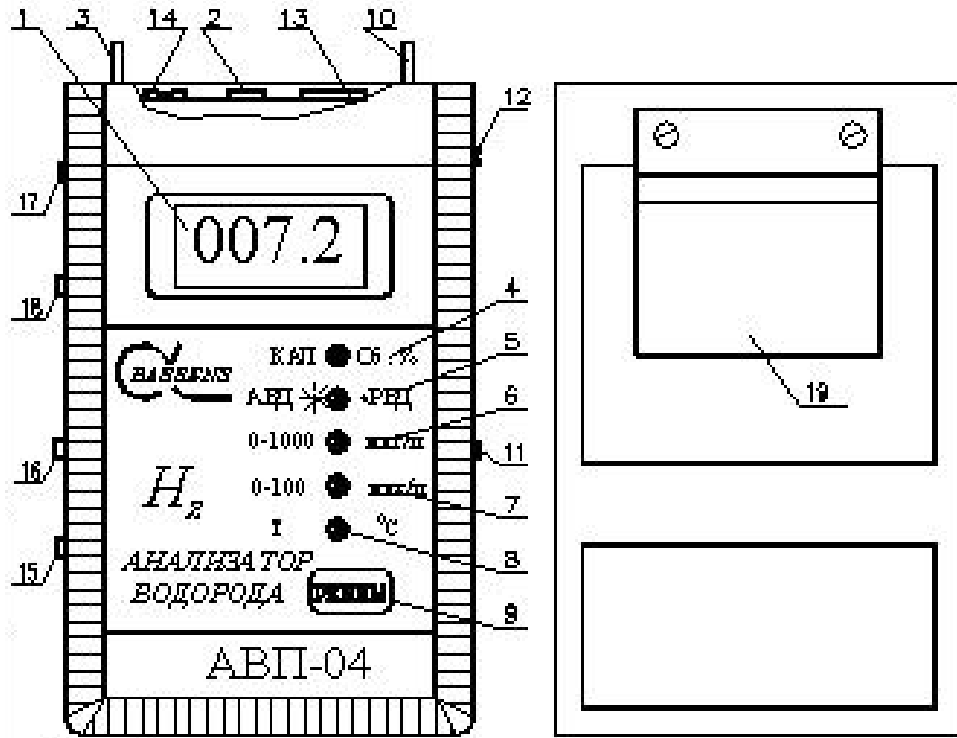
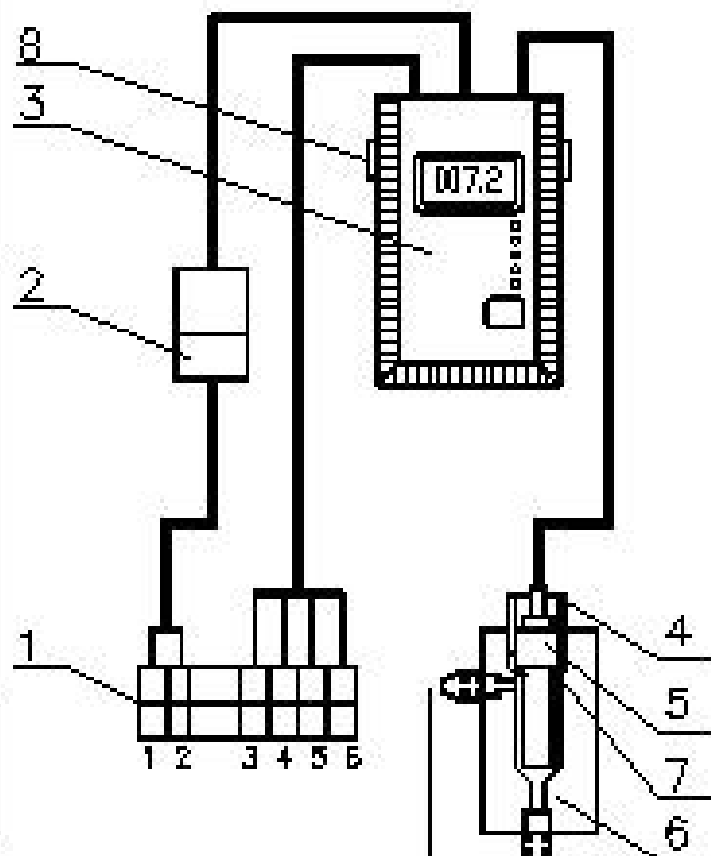

Рис. 2.
Рис. 4. Выход пробы Выход пробы
12.1.7. Установить кольцо 4 на боковую поверхность амперометрического сенсора 5 (см. рис. 4, 5) и подсоединить вилку амперометрического сенсора к розетке 13 (см. рис. 2) анализатора.
12.2.1. Проверить наличие кольца 4 (см. рис. 4, 5) на амперометрическом сенсоре 5.
12.2.2. Протереть марлевым тампоном внутреннюю поверхность измерительной камеры. Медленно вставить амперометрический сенсор в измерительную камеру 6 (см. рис. 4, 5).
12.4.1. Открутить гайку 4, осторожно достать АС из измерительной камеры 6 (см. рис. 4, 5) и выполнить п. 12.1.2.
1. К розетке 13 (см. рис. 2) подключить имитатор нуля (входит в комплект поставки). Тумблер 10 переключить в режим измерения концентрации водорода в единицах “мкг/л” и с помощью клавиши “Режим” установить режим ручного выбора диапазона (“РВД”) измерения “0-100” (“горит” индикатор 7). Показания анализатора должны быть равны нулю (в противном случае установить их равными нулю с помощью потенциометра 12 (“0”). К розетке 14 токового выхода анализатора (контакты 1 и 4) подключить миллиамперметр. С помощью потенциометра 17 (“0/4 мА”) установить показания миллиамперметра на значение 0.00 – 0.02 мА.
2. К розетке 13 (см. рис. 2) подключить имитатор “20” (входит в комплект поставки). После достижения устойчивых показаний произвести их отсчет и запомнить. Потенциометром 11 “КАЛИБРОВКА” установить показания анализатора на значение  $20 \pm 0.2$  (в диапазоне “РВД”). С помощью потенциометра 18 (“20 мА”) установить показания миллиамперметра на значение 5 мА. Установить потенциометром 11 “Калибровка” показания анализатора на прежнее значение.
2. К розетке 13 (см. рис. 2) подключить имитатор “20” (входит в комплект поставки). После достижения устойчивых показаний произвести их отсчет и запомнить. Потенциометром 11 “КАЛИБРОВКА” установить показания анализатора на значение  $20 \pm 0.2$  (в диапазоне “РВД”). С помощью потенциометра 18 (“20 мА”) установить показания миллиамперметра на значение 20 мА. Установить потенциометром 11 “Калибровка” показания анализатора на прежнее значение.
2. К розетке 13 (см. рис. 2) подключить имитатор “20” (входит в комплект поставки). После достижения устойчивых показаний произвести их отсчет и запомнить. Потенциометром 11 “КАЛИБРОВКА” установить показания анализатора на значение  $20 \pm 0.2$  (в диапазоне “РВД”). С помощью потенциометра 18 (“20 мА”) установить показания миллиамперметра на значение 16 мА.